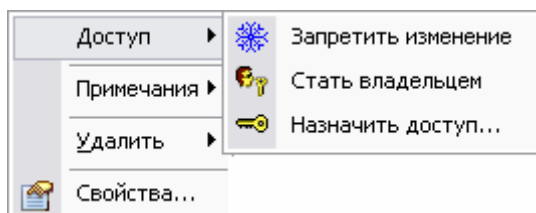

Рис. 201
2. В появившемся контекстном меню выберите пункт **Доступ → Запретить изменение** (Рис. 201).